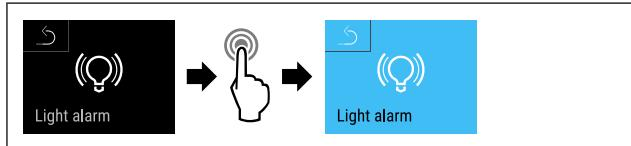

Fig. 151
- Seguir los pasos de procedimiento (consulte Fig. 151) .